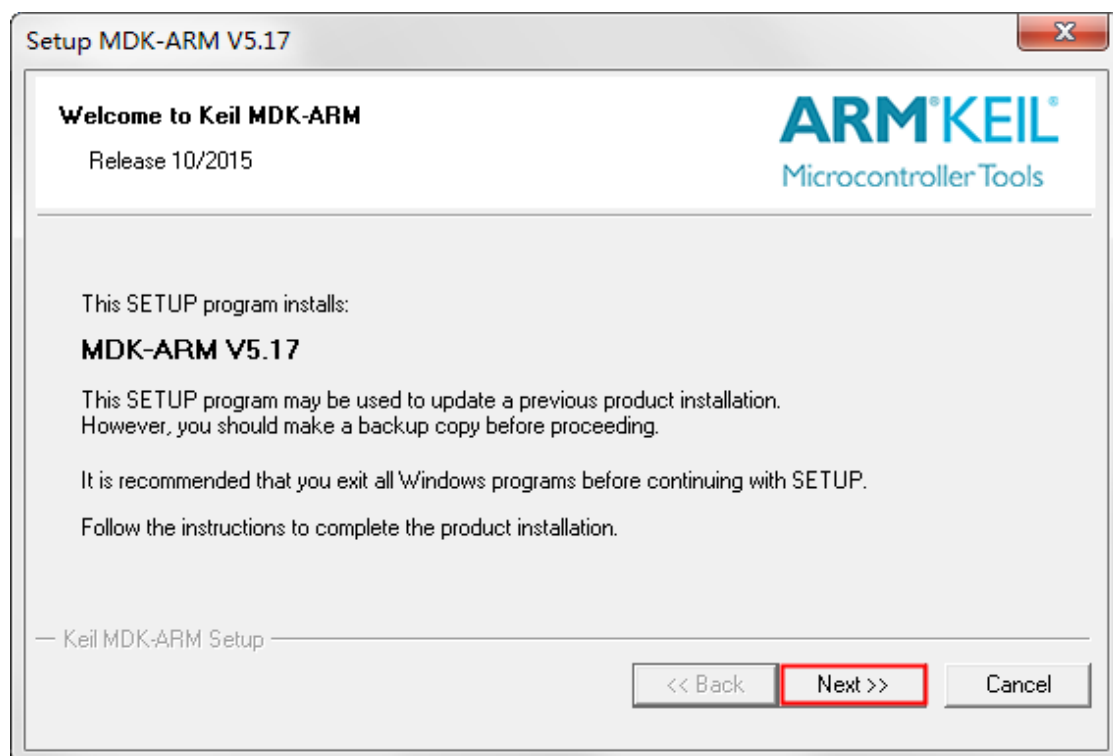

图 2.5 MDK-ARM 安装向导 1
- (1) 软件开始安装后，在安装向导页面点击 **【下一步】**，如 图 2.5 所示。